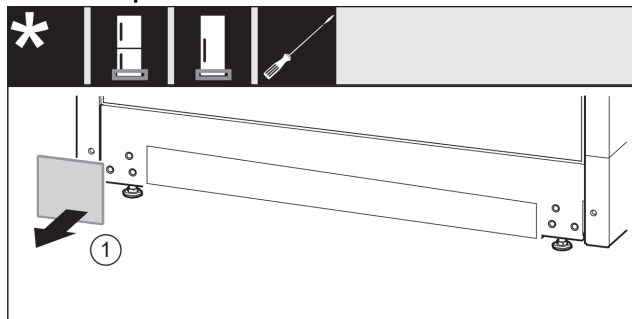

Fig. 15
- ▶ Scoateți capacul Fig. 15 (1).